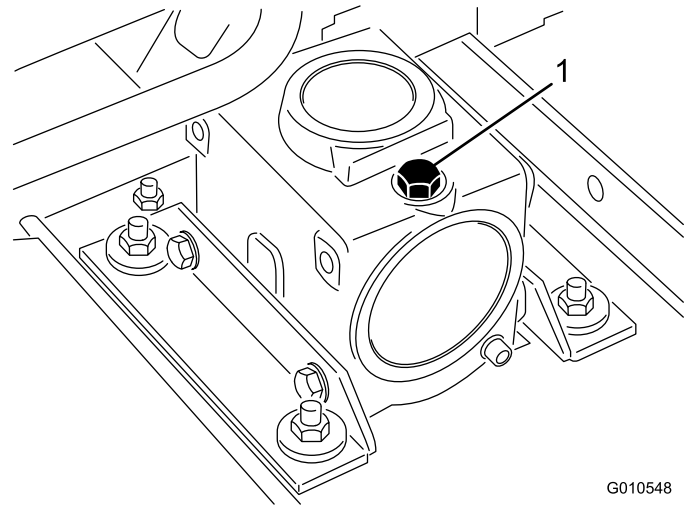

Figure 16
2. Placez la machine et le plateau de coupe sur une surface plane et horizontale, et abaissez le plateau de coupe. Retirez la jauge/le bouchon de remplissage du haut du boîtier d'engrenages (Figure 16) et vérifiez que le niveau de lubrifiant se situe entre les repères de la jauge. Si le niveau de lubrifiant est bas, ajoutez de l'huile pour engrenages SAE 80-90 jusqu'à ce que le niveau se situe entre les repères.